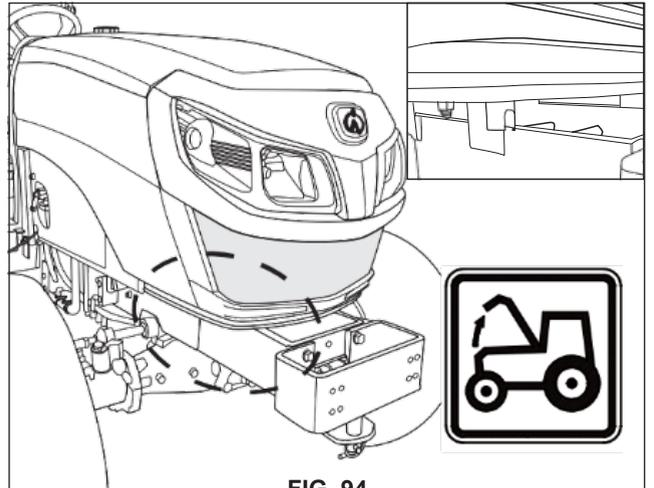

FIG. 94
FIG. 94 y TABLA 7: emplazamiento general de los puntos de lubricación, de llenado y de cambio de aceite en el tractor:
FIG. 94 y 95: Para abrir el capó, utilice la herramienta (1) enganchada a la llave de contacto. Podrá ver un orificio en la parte inferior izquierda del capó. Introduzca la herramienta y tire. A continuación, levante la parte delantera del capó. El capó se mantiene abierto automáticamente.